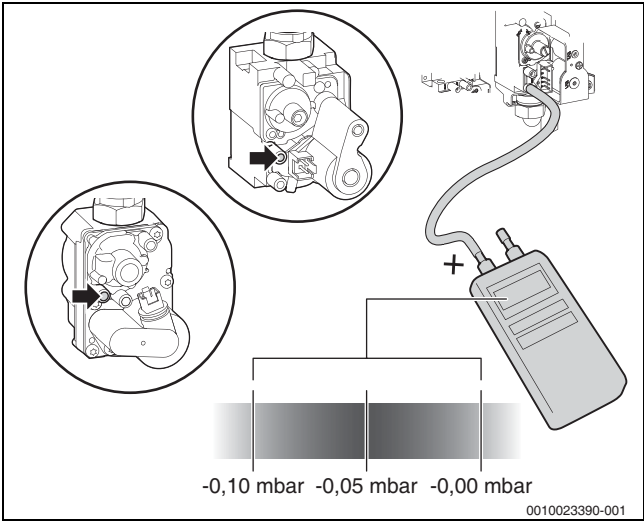

Fig. 47 Măsurarea presiunii diferențiale
- Măsurați presiunea diferențială a vanei de gaz (→ Fig. 47). Presiunea diferențială optimă este de -0,05 mbar.
- Dacă valoarea se află între 0 și -0,1 mbar, reglați presiunea diferențială conform reprezentării de mai jos (→ Fig. 47).